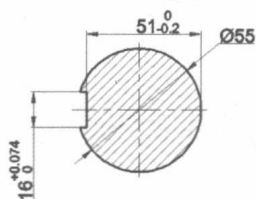

图 1.1.24 带公差的线性标注
Step4. 创建图 1.1.24 所示的带公差的线性标注。
(4) 选中 “+0.074[^] 0”, 单击鼠标右键, 在系统弹出的快捷菜单中选择 **堆叠** 选项, 再单击 **文字编辑器** 面板上的 “关闭” 按钮 , 在绘图区的空白区域单击, 以确定尺寸放置的位置。
(5) 参照以上步骤, 创建图 1.1.24 中另一个带公差的线性标注。